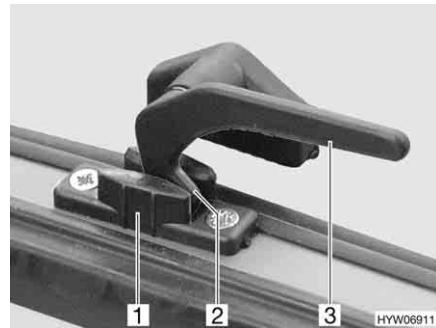

Fig. 35 Leva di serraggio in posizione "Aerazione continua"
- In posizione di "Aerazione continua" (Fig. 35)
- Ruotare tutte le leve di serraggio (Fig. 35,3) di un quarto di giro verso il centro della finestra.
- Girare nuovamente all'indietro tutte le leve di serraggio. Riportare contemporaneamente il nasello di chiusura (Fig. 35,2) nella rientranza della chiusura della finestra (Fig. 35,1).